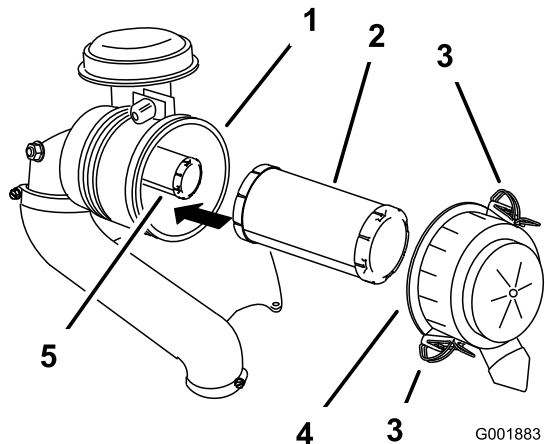

Рисунок 41
- Освободите защелки воздухоочистителя и отделите крышку от корпуса воздухоочистителя (Рисунок 41).
- Осторожно извлеките фильтр грубой очистки из корпуса воздухоочистителя (Рисунок 41).
- При замене внутреннего фильтра осторожно вставьте его в корпус фильтра (Рисунок 41).
- Осторожно вставьте фильтр грубой очистки поверх контрольного фильтра (Рисунок 41).
- Установите крышку воздухоочистителя и закрепите ее защелками (Рисунок 41).